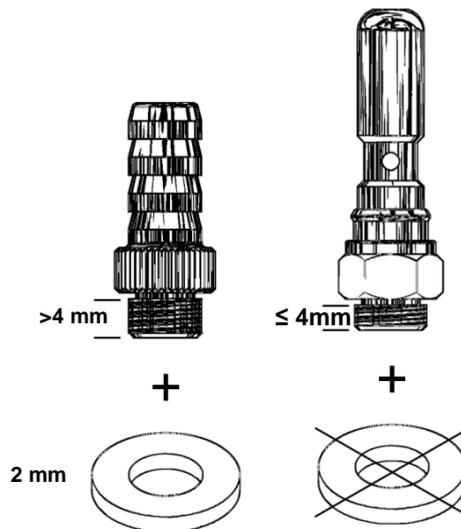

Abb. 3: Gewindelängen der Adapter
2. Ergänzen Sie bei Adaptern mit einer Gewindelänge > 4 mm so viele Unterlegscheiben, bis ein Gewindeüberstand von max. 4 mm erreicht ist (Abb. 3).